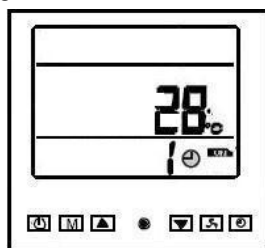
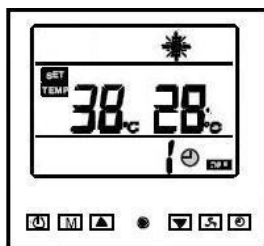

Figura 13: Impostazione dell'accensione automatica.
Figura 14: Impostazione dello standby automatico.
Per avviare la pompa di calore premere il pulsante , la pompa di calore si avvia entro 3 minuti. Il display visualizza immediatamente l'ultima modalità di funzionamento scelta (riscaldamento o raffreddamento¹⁹), vedi Figura 13. Figura 14 e Paragrafo 5.2.13.8, l'ultima temperatura impostata e la temperatura corrente dell'acqua della piscina (riscaldamento o raffreddamento).
- Riscaldamento, a display è visualizzato il simbolo , vedi Figura 13.
- Raffreddamento, a display è visualizzato il simbolo , vedi Figura 14.
È possibile visualizzare la temperatura rilevata da ogni sonda premendo il tasto (nel caso del modello BP-50WS-B premere il tasto) per 3 secondi quando la pompa è avviata, vedi Paragrafo 5.2.4. Per visualizzare le temperature rilevate dalle varie sonde premere (nel caso del modello BP-50WS-B premere il tasto). La temperatura rilevata dalla sonda viene visualizzata per 10 secondi, se non si preme nessun tasto, oppure si preme il tasto , il display ritorna a visualizzare le usuali informazioni, vedi Figura 13 e Figura 14.